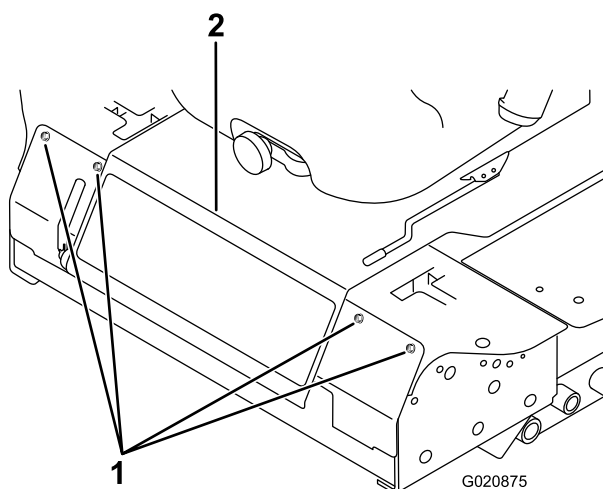

Figura 47
2. Retire os parafusos que fixam o painel dianteiro e retire o painel (Figura 47).